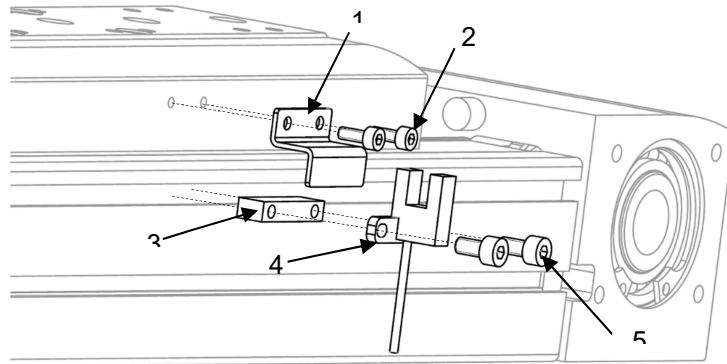

Рисунок 13 – Установка датчика положения
1.4.4 Модуль оснащен пазами в профиле. Установите флаг датчика (поз. 1) на каретку, закрепите его, затянув установочные винты (поз. 2) (см. рисунок 13). В паз модуля установите закладную планку (поз. 3). На неё закрепите датчик (поз. 4) с помощью установочных винтов (поз. 5).